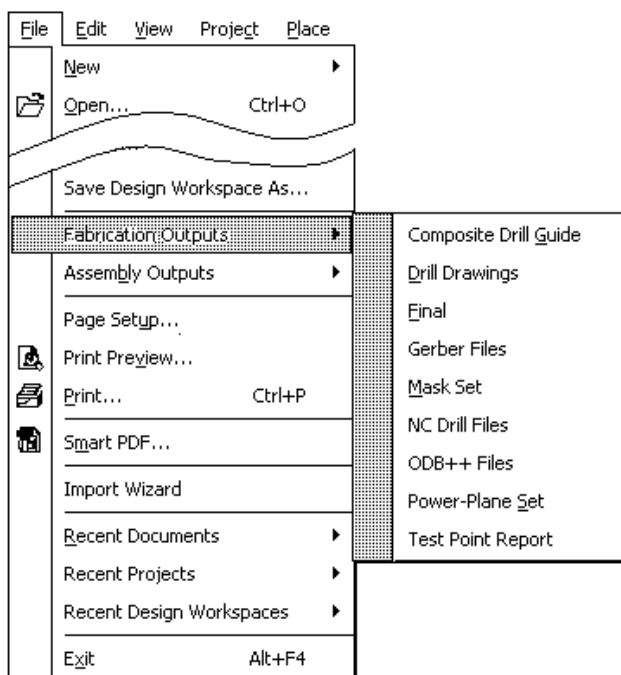
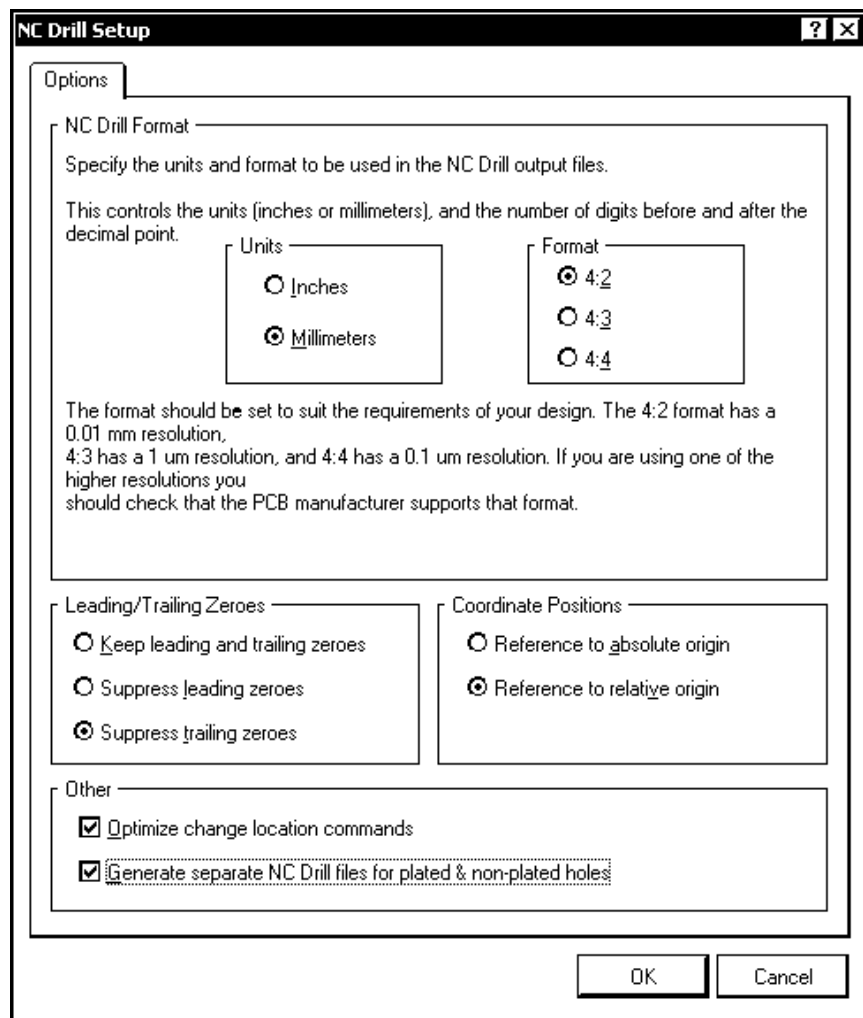

Рис. 13.3. Команды экспорта данных Altium Designer
Рис. 13.7. Настройка формата данных
Подкоманды главного меню **File | Fabrication Outputs | ...** (Файл | Выходные данные для производства) предназначены для формирования распечаток послойных видов проекта печатной платы (рис. 13.3):
Команда главного меню **File | Assembly Outputs** (рис. 13.3) имеет две подкоманды: **Assembly Drawings** (Чертежи сборки) и **Generate Pick and Place Files** (Генерировать файлы точек подхвата и установки).
- Активизировать команду главного меню **File | Fabrication Outputs | NC Drill Files** (см. рис. 13.3). Открывается диалог настройки формата экспортируемых данных (рис. 13.7).
- В поле **Units** диалогового окна (рис. 13.7) установить метрическую систему единиц измерения — **Millimeters**.